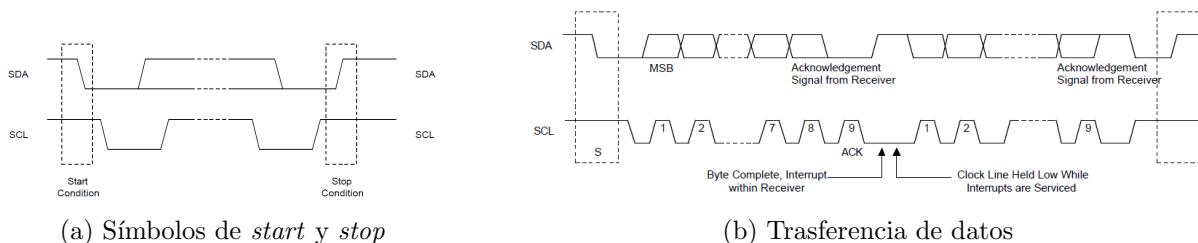

Figura 4: Transferencia de datos con símbolos de *start*, *stop* y *ACK*
- 3) Se transmiten un número indefinido de datos (en cada mensaje 8b) reconocidos individualmente (cada mensaje con un ACK de 1b). Esto puede verse en la figura 4. Como puede observarse, el símbolo ACK consiste en una señal de baja en la línea SDA en el noveno pulso transmitido por SCL.